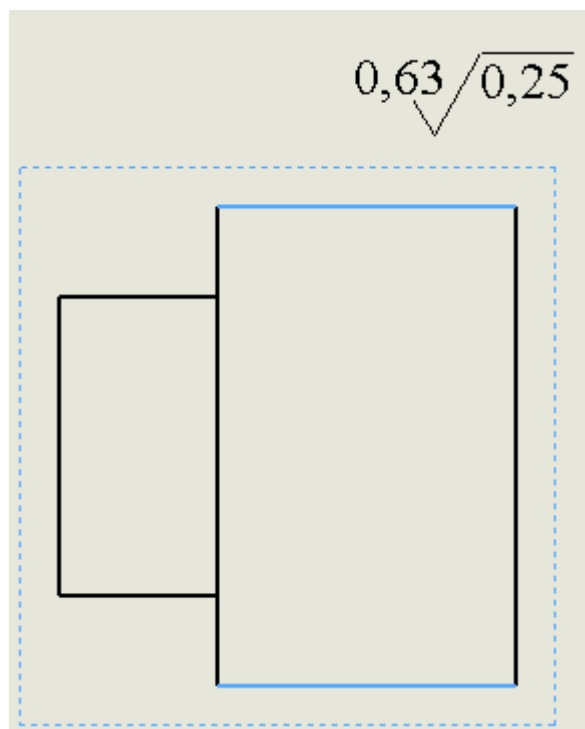

Рисунок 9.2
3. Система предложит последовательно вынести все элементы оформления с модели на чертеж, при этом геометрия чертежа, на котором возможно размещение элемента оформления, будет подсвечиваться, а элемент оформления отображаться рядом с курсором (см. Рисунок 9.2).